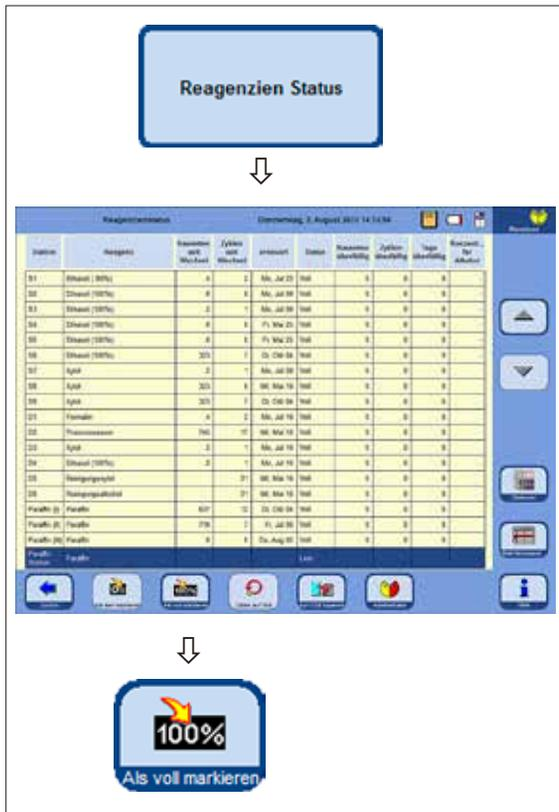

Abb. 179
Werden die Paraffinbäder im Reagenzienstatus (Abb. 179) auf "Leer" gesetzt, wird damit gleichzeitig die Heizung deaktiviert. Das bedeutet, dass etwaige Paraffinrückstände erhitzen können und das gewählte Bad damit nicht benutzbar ist.
- Daher muss nach dem erneuten Befüllen mit z. B. Paraffin-Pellets im Reagenzienstatus (Abb. 179) die Paraffinstation auf „**Voll**“ gesetzt werden, damit die Heizung aktiviert und die Pellets geschmolzen werden.